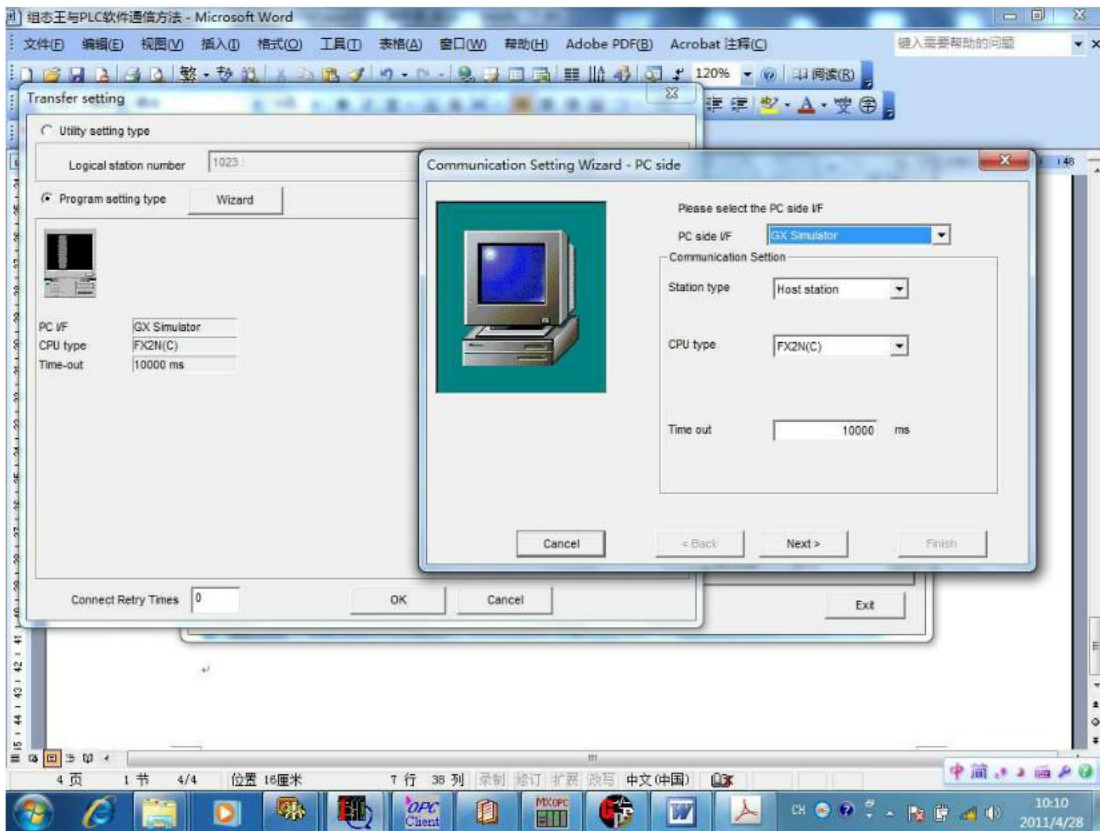

图 13
(13) 点击“Wizard”，选择“GX_Simulator”next\ok，进行软件仿真，图 13。